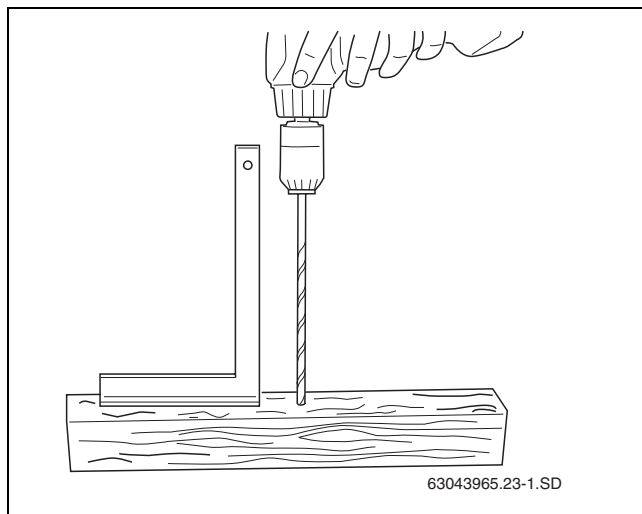

Bild 21 Bohrschablone herstellen
- ▶ Ein Kantholz von ca. 0,50 m bis 1,00 m Länge nehmen. Ein Durchgangsloch (Ø 6 mm) senkrecht in das Kantholz (Bild 21) bohren.